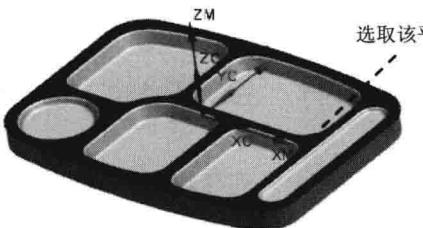
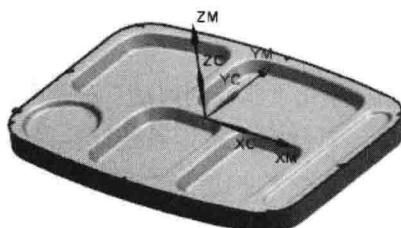

图 1.12 选取面
图 1.13 部件边界
Step2. 在“修剪边界”对话框的 **面选择** 区域中选中 **忽略孔** 复选框，在 **修剪侧** 区域中选中 **外部** 单选项，然后在绘图区域选取图 1.12 所示的面，系统自动生成图 1.13 所示的边界。